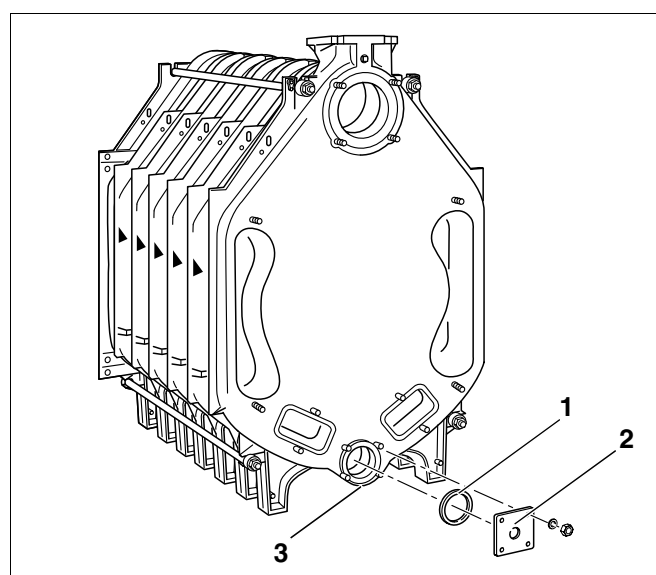

Fig. 23 Montage – Bride
- Fermer le moyeu de chaudière inférieure (fig. 23, **pos. 3**) à l'avant et à l'arrière. Placer le joint correspondant (fig. 23, **pos. 1**) sur le moyeu correspondant et visser la bride pleine de côté 110 mm. La bride avec le taraudage $\frac{3}{4}$ " pour le raccordement de vidange (fig. 23, **pos. 2**) est montée à l'arrière de la chaudière.